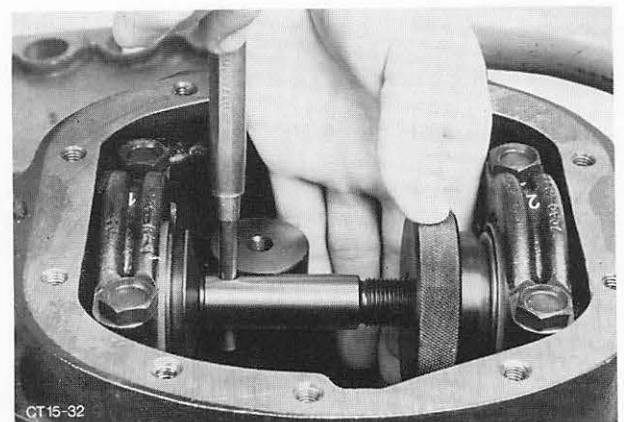

Abb. 67 Meßwelle einrichten
19. Meßwelle mit einem geeigneten Dorn festhalten und Stellmutter so lange nach außen drehen, bis sich die Meßwelle (nach Entfernen des Dornes) an der Stellmutter noch von Hand drehen läßt, Abb. 67. Meßwelle mehrmals drehen, damit sich die Lager setzen.